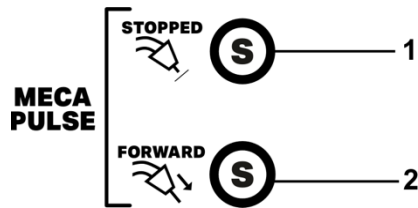

Fig. 7
- Als deze optie is geselecteerd, kan er in Mecapulse modus worden gelast. De snelheid van de aandrijfmotor schommelt tussen de twee waarden STOPPED (1-Fig.7) en FORWARD (2-Fig.7) gedurende de geselecteerde tijd, wat het lassen van ver verwijderde delen zonder spatten en vervorming mogelijk maakt. Het vervangt met voordelen de elektronische gepulseerde modus.